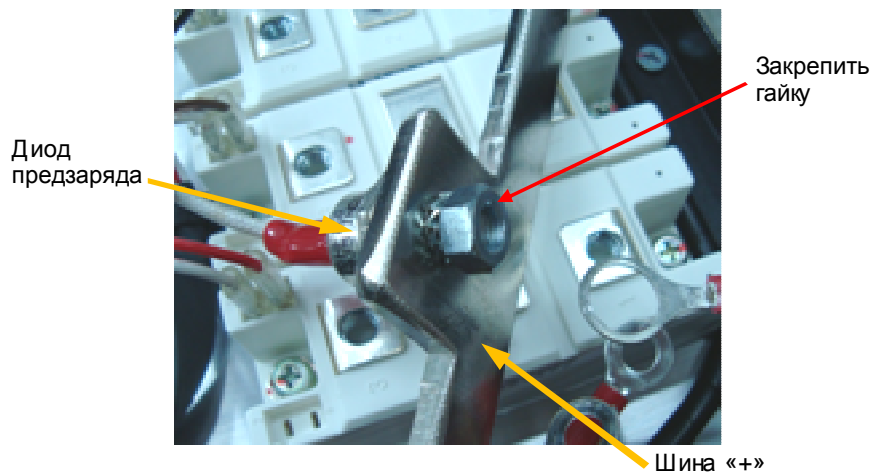

Рис. 7.9.
7.4.5. Установить резьбовой вывод диода предзаряда в отверстие на шине «+», закрепив его гайкой с пружинной шайбой (рис. 7.9).